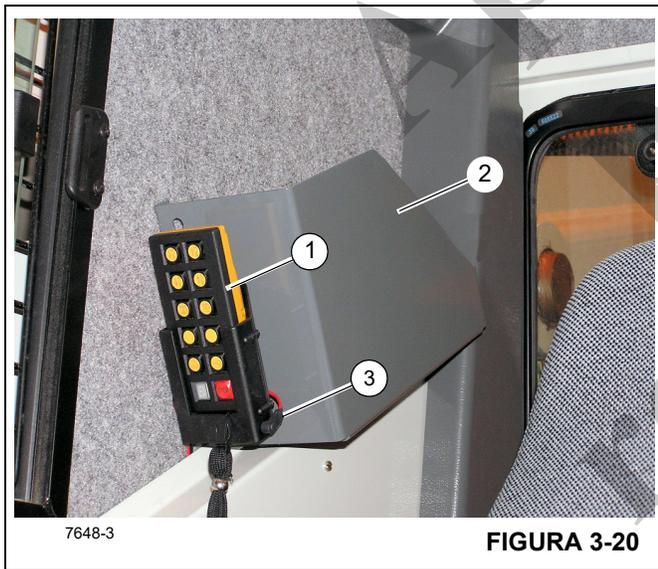
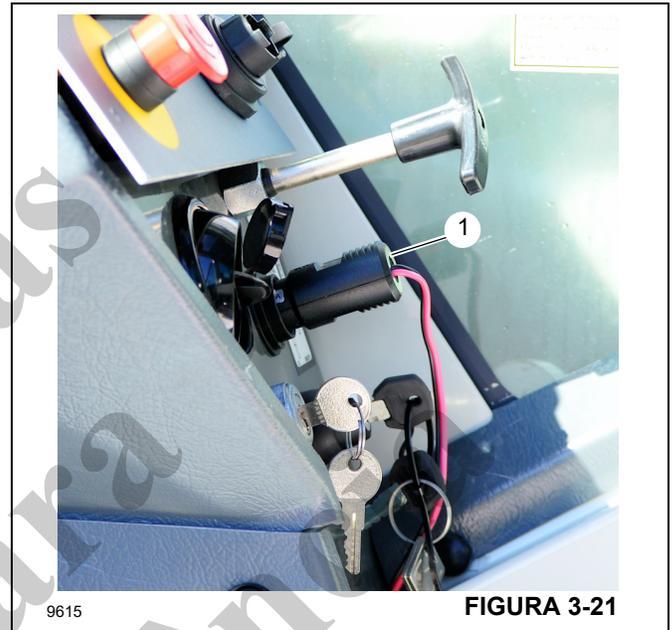

FIGURA 3-20
FIGURA 3-21
O Controle remoto padrão (1, Figura 3-20) é do tamanho da palma da mão e acompanha cada guindaste como equipamento padrão. Este controle remoto possui funções limitadas como descrevem as informações a seguir; ele não permite o controle remoto total do guindaste.
O controle remoto padrão (1, Figura 3-20) opera a subida/descida do guincho principal, a subida/descida do guincho auxiliar e o SFO (estabilizador dianteiro único) (se equipado).
O Controle remoto padrão (1, Figura 3-20) e seu suporte de retração estão fixados ao suporte da pasta da tabela de cargas (2).
Quando o Controle remoto padrão (1) está na posição retraída como mostrado na Figura 3-20, o cabo de carga do controle remoto (3, Figura 3-20) deve estar conectado ao suporte de retração do controle remoto e a outra extremidade ao receptáculo de 12 V (1, Figura 3-21) do painel de controle da cabine. Isso manterá carregadas as duas baterias recarregáveis AA usadas para alimentar o controle remoto.